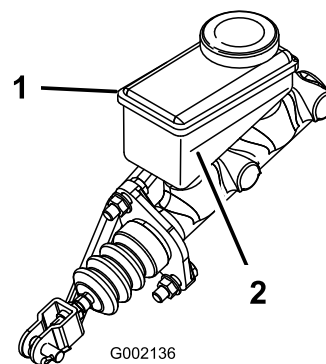

Bild 57
3. Lesen Sie den Flüssigkeitsstand am Stutzen an der Seite des Behälters ab (Bild 57).
- B. Füllen Sie DOT 3-Bremsflüssigkeit in den Behälter, bis der Füllstand über der Minimum-Markierung liegt (Bild 57).